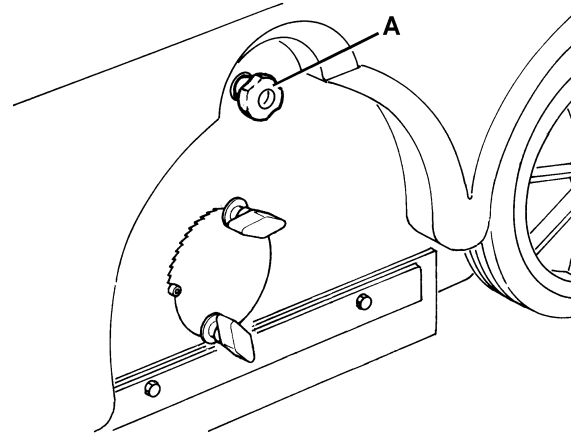
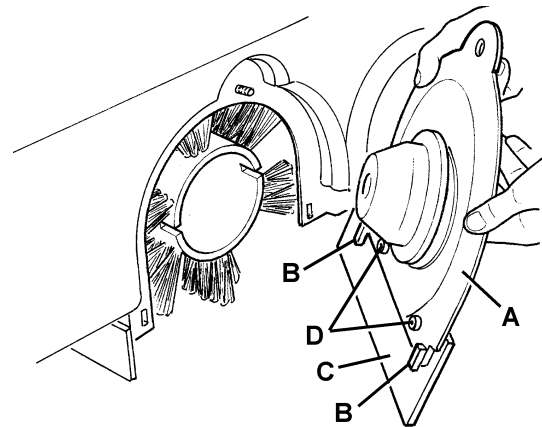

Abbildung 16
Abbildung 17
5. Die Haube (7) aufheben, den Knopf (A, Abb. 16) lösen und den linken Deckel (A, Abb. 17) der Hauptkehrwalze durch Drücken nach unten entfernen, um die Befestiger (B) auszuklinken.
6. Die Höhe des linken Flaps (C, Abb. 17) durch die Langlöcher (D) einstellen.